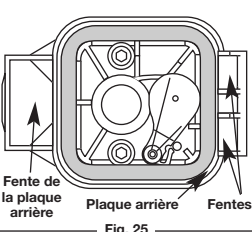

Fig. 25
6. Remplacez le filtre et l'écran (Fig. 25).
- Réplacez le couvercle du filtre à air. Placez les crochets à droite du filtre à air dans les fentes situées à droite du boîtier du filtre à air (Fig. 25).
- Pivotez le couvercle vers la gauche jusqu'à ce que la languette du couvercle du filtre s'enfonce d'un déclic dans la fente sur le côté gauche du boîtier du filtre (Fig. 25).
- Nettoyez toute saleté autour du cache-culbuteur. Retirez la vis retenant le cache-culbuteur à l'aide d'un tournevis à lame plate large ou à mèche no. T-25 Torx (Fig. 25). Enlevez le cache-culbuteur et le joint.